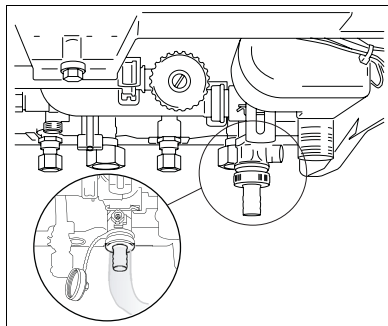

Fig. 3 Fylla värmeanläggningen
- Anslut slangen till påfyllningskranen på apparaten (fig. 3).
- Fyll systemet upp till ett tryck på ca 1,5 bar och stäng därefter påfyllningskranen (fig. 3).